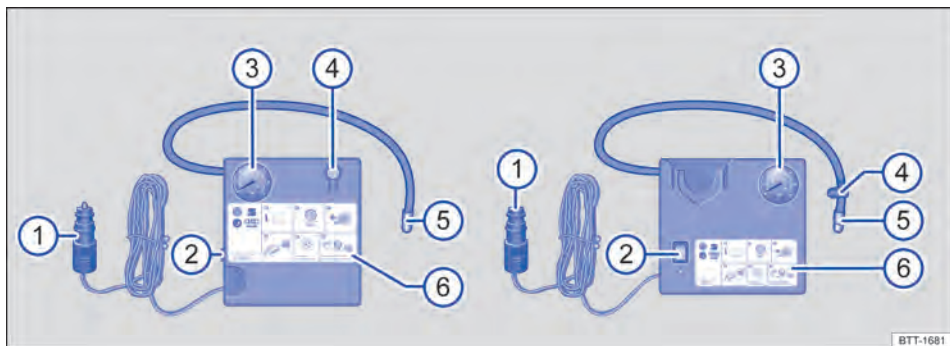

Fig. 263 Representação esquemática: compressor do kit de reparo dos pneus.
O compressor do kit de reparo dos pneus é composto dos seguintes componentes → Fig. 263:
- Rosquear a mangueira de enchimento dos pneus → Fig. 263 ⑤ do compressor de ar com firmeza na válvula do pneu.
- Verificar se o parafuso de sangria de ar → Fig. 263 ④ está fechado.
- Conectar o conector do cabo de 12 V → Fig. 263 ① numa tomada 12 V no veículo → Página 219.
- Ligar o compressor de ar com o interruptor ON-OFF → Fig. 263 ②.
- Reconectar a mangueira de enchimento dos pneus → Fig. 263 ⑤ e ler a pressão dos pneus no indicador da pressão dos pneus → Fig. 263 ③.